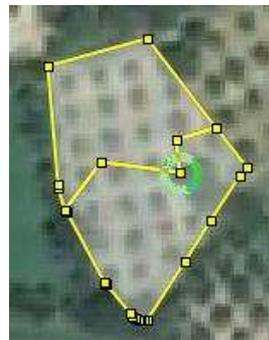

Fig. 162
- **Mover nodo** : desplazamos los nodos a la posición deseada (Fig. 162)